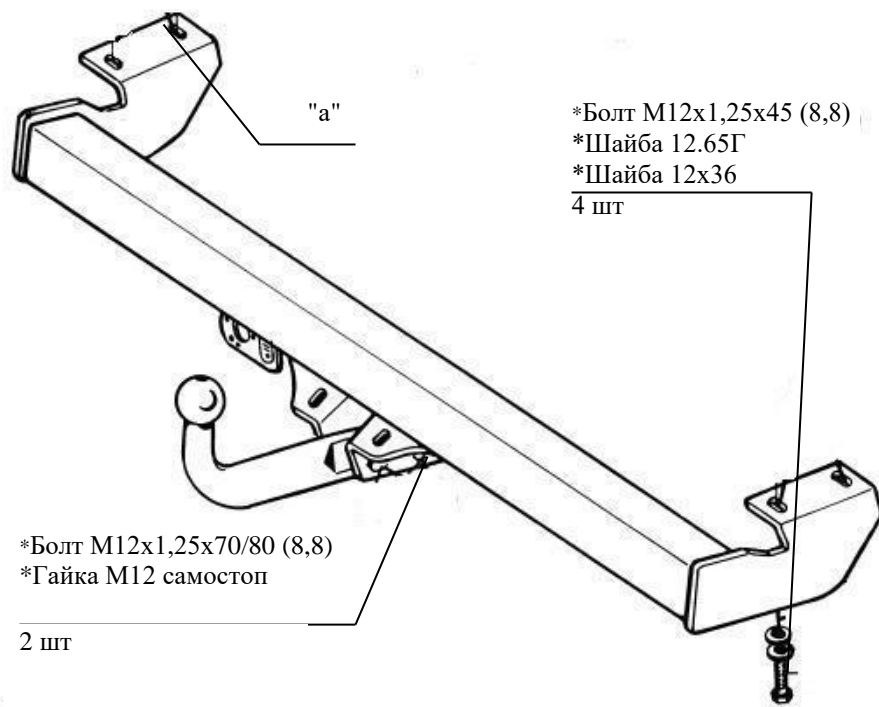

Рис.1 Тягово-цепное устройство 7831.
2.1 ТСУ 7831 в сборе (рис.1)	1 шт.
2.2 Пакет с комплектующими (см. рис.1)	1 шт.